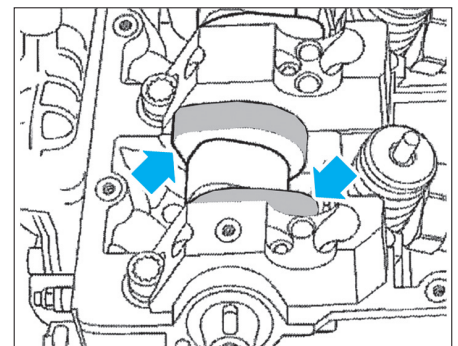

Fig. 37
- Mettre en place l'arbre à cames huilé, cône côté distribution et sommets des cames du cylindres n°1 vers le haut (Fig.37).